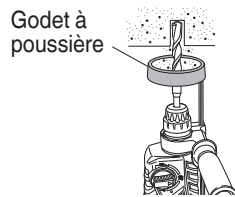
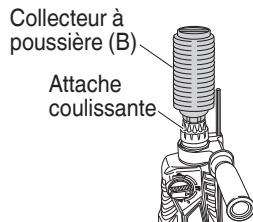

Fig. 4
Fig. 5
- 7. Lors de l'installation de la capuchon à poussière ou du collecteur de de poussière (B) (accessoires en option) (Fig. 4, Fig. 5)
Utiliser la capuchone à poussière en la fixant au foret comme montré dans la Fig. 4.
- Pose du collecteur à poussière (B)
Lors de l'utilisation du collecteur à poussière (B), l'insérer par le bout du foret en l'alignant avec la rainure sur la poignée. (Fig. 5)